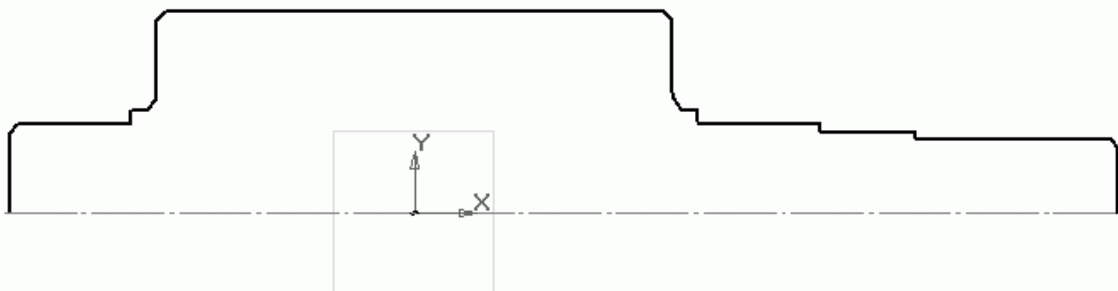

Рис. 3.66. Эскиз контура ведущего вала-шестерни
2. Выделите смещенную плоскость и запустите процесс построения эскиза на ней. Сформируйте контур вала-шестерни подобно тому, как мы формировали контур эскиза ведомого вала в предыдущем примере (рис. 3.66). Не забудьте создать скругления в эскизе в местах перехода одной ступени в другую, а также проследите, чтобы в контуре не было разрывов и самопересечений.